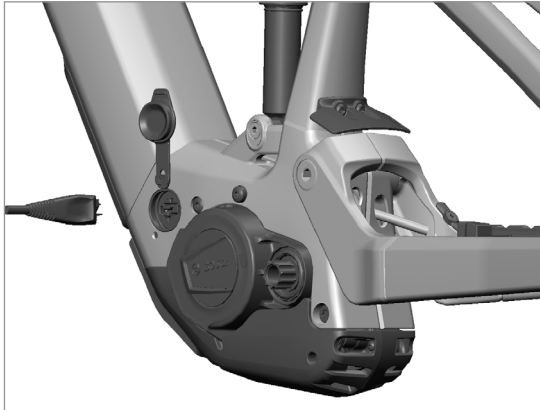

Figure 2
1. Trouvez le capuchon en caoutchouc du port de charge sur le côté non moteur du vélo électrique, soit sur le tube de la selle soit près du moteur. Tirez sur la languette du capuchon press-fit pour l'ouvrir et avoir accès au port de charge (figure 2).